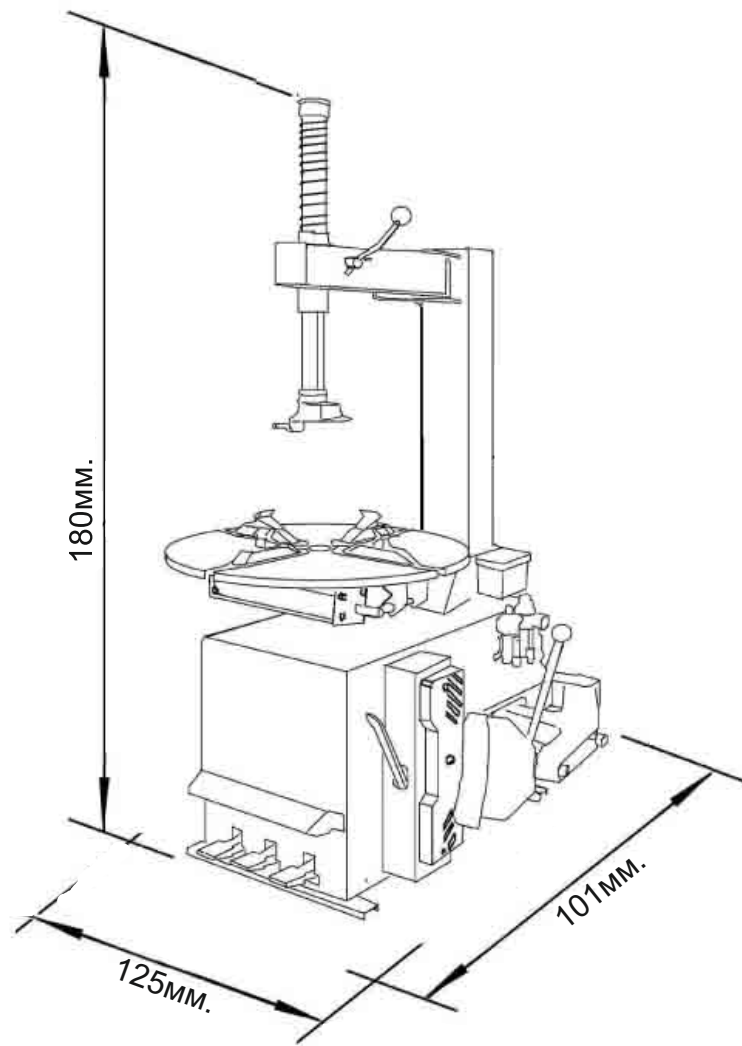

рис.2
2. Установите станок на необходимое место, соблюдая размеры согласно рис. 2